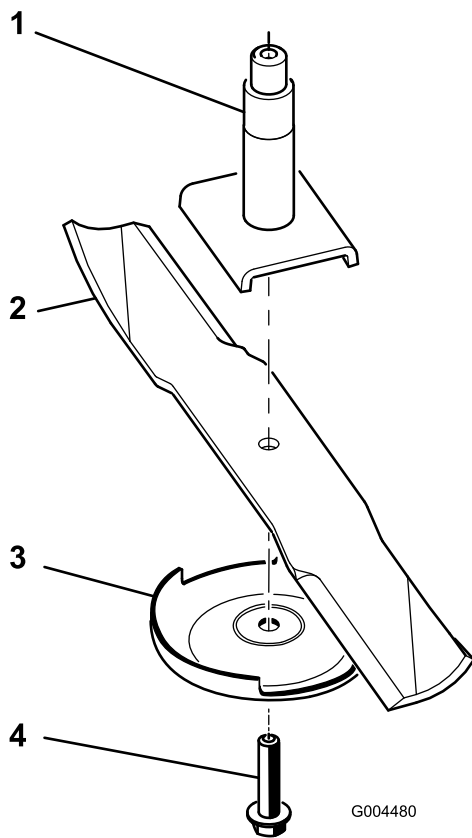

Figura 71
**Nota:** Se la lama rimane in posizione orizzontale, è bilanciata e può essere utilizzata. Se la lama non è bilanciata, limate del metallo soltanto dalla costa (Figura 71). Ripetete la procedura finché la lama non è perfettamente bilanciata.
1. Montate la lama sull'asse del mandrino (Figura 71).
2. Montate la piastra antistrappo e il bullone della lama (Figura 71).